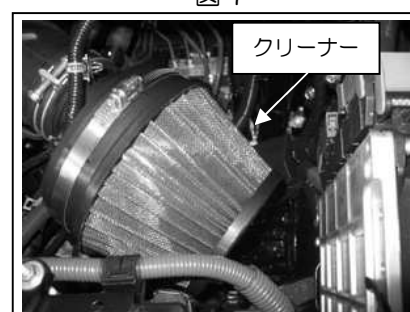

図 10
- ⑤ 各部の干渉に気をつけ全てのボルト、ナット、バンドを本締めし、エアフロカプラーを挿します。
- ⑥ クリーナー本体をアダプターへ取り付けます。図 10 参照